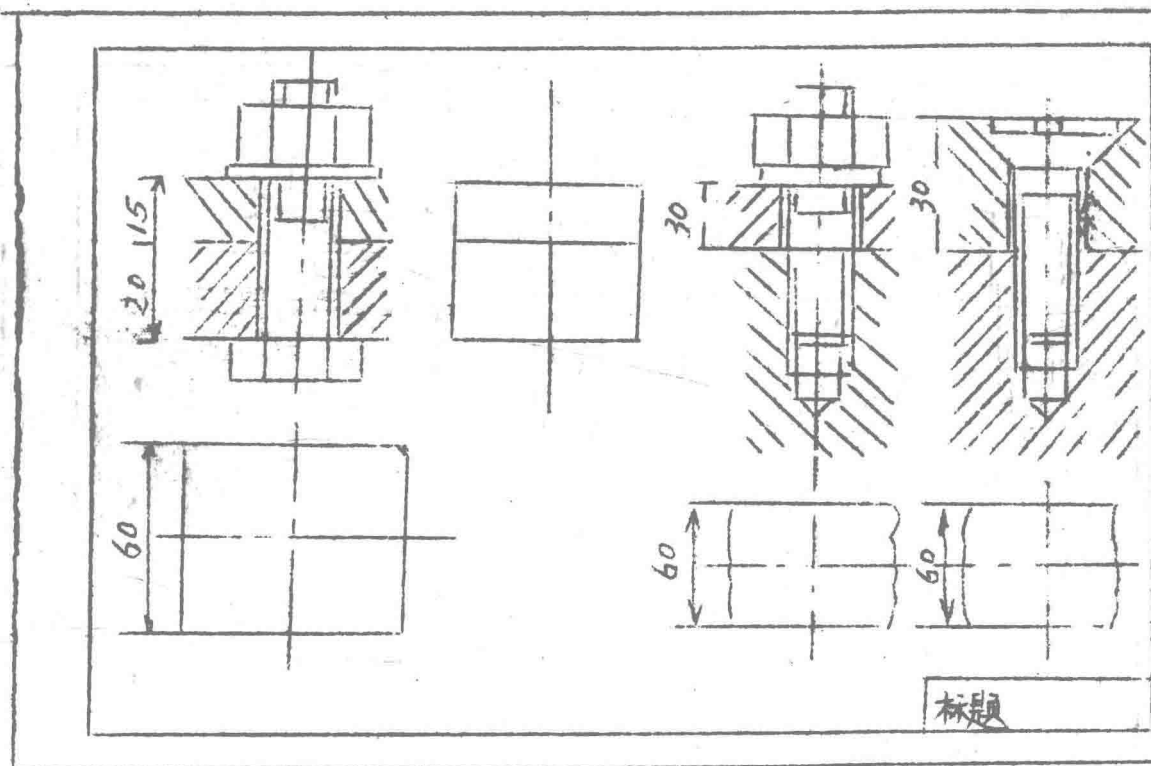

图 1
- 1、采用 A3 图纸一张，按图 1 布置。
它尺寸如图 1。